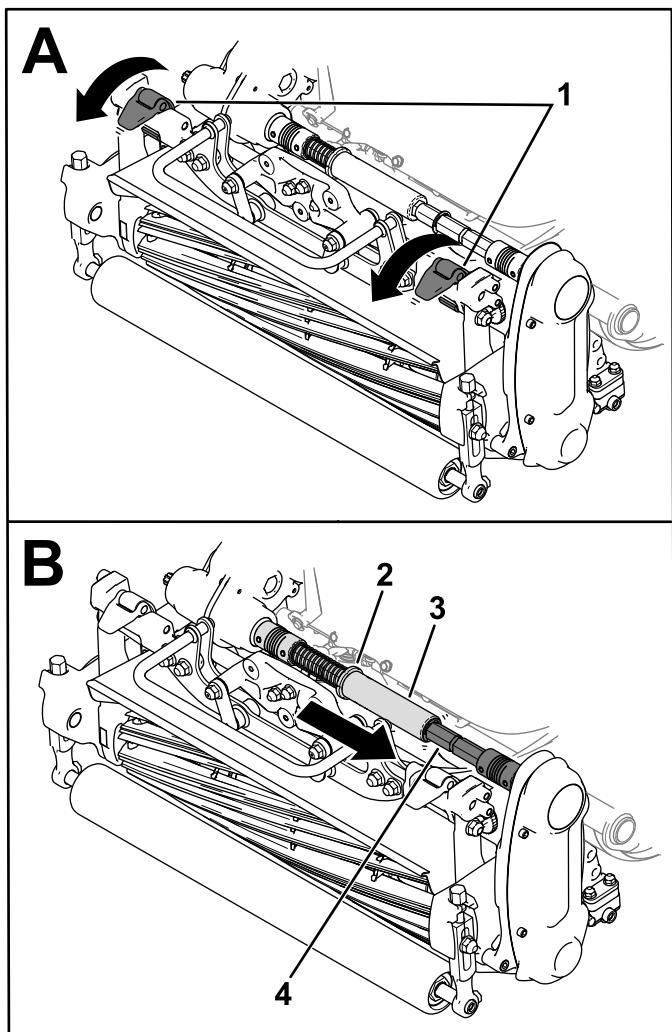

Figura 38
3. Mueva los cierres de suspensión hacia abajo para sujetar la unidad de corte a la máquina (Figura 38).
4. Retire el collarín de la ranura del eje del acoplamiento de la transmisión e introduzca el tubo hexagonal en el eje del acoplamiento de la unidad de corte (Figura 38).